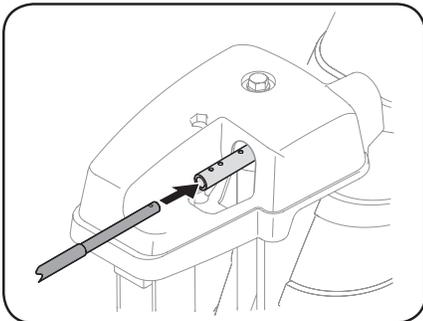

Figura 2-37
2. Inserte el extremo redondeado de la varilla de control del canal en el cabezal de control del canal. Empuje la varilla tan lejos dentro del cabezal de control del canal como sea posible, manteniendo los orificios en la varilla orientados hacia arriba. Consulte Figura 2-37.